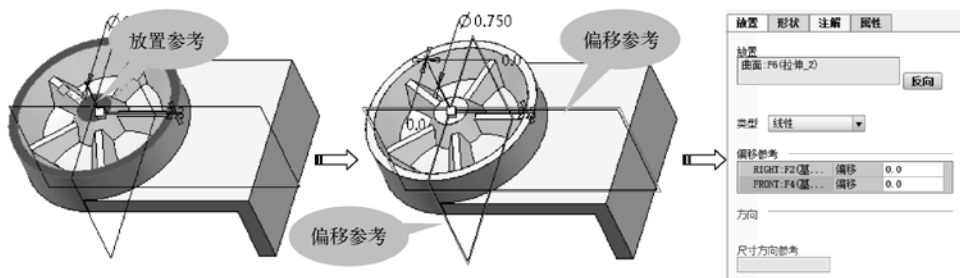

图 3-108 选择孔的放置参考和偏移参考
- 单击“孔”按钮，打开“孔”操控板。单击“创建标准孔”按钮，再单击“添加沉孔”按钮。然后选择圆柱顶部平面来放置孔，再选择 RIGHT 和 FRONT 基准平面作为偏移参考，如图 3-108 所示。